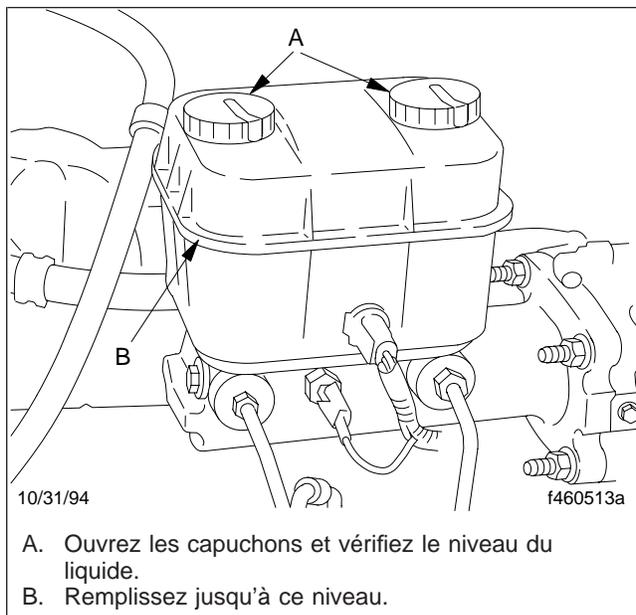

Fig. 9, Réservoir de liquide de frein hydraulique
1. Vérifiez le niveau de liquide dans le réservoir de liquide de frein hydraulique. Si nécessaire, remplissez le réservoir jusqu'à la saillie qui entoure le réservoir. Voir la **figure 9**. N'utilisez que le liquide de frein pour service intensif DOT 6.